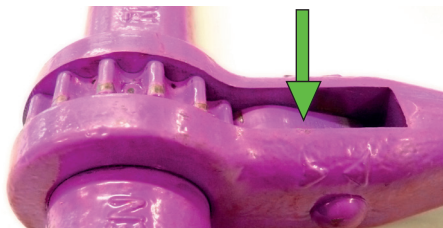

Bild 25:
2. Um den Ratschenspanner ICE-CURT zu lösen, drücken Sie an der Ratsche die Sperrklinke an den beiden „Dreiecksymbolen“ nach unten bzw. hinten (siehe Bild 25).